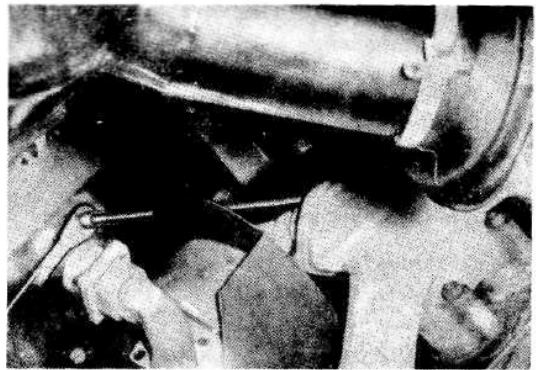

Bild 4 - 21
23. Batterie-Pluskabel vom Anlasser trennen, vorher Schutzkappe nach oben abziehen. (Bild 4- 22)